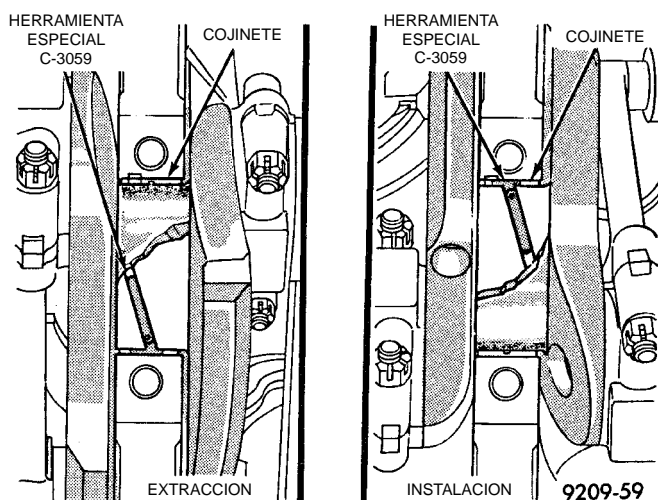

Fig. 32 Desmontaje e instalación del cojinete principal superior con la Herramienta C-3059
(3) Identifique las tapas del cojinete antes de desmontarlas. Retire las tapas del cojinete una por una.
(4) Retire la mitad superior del cojinete insertando la Herramienta de desmontaje/instalación de cojinete principal del cigüeñal C-3059 en el orificio del cigüeñal (Fig. 32).
(5) Haga girar lentamente el cigüeñal en el sentido de las agujas del reloj, hasta extraer la mitad superior del casco del cojinete.
(1) Coloque el cojinete en su lugar e inserte la Herramienta de desmontaje/instalación del cojinete principal del cigüeñal C-3059 dentro del orificio de aceite del cigüeñal (Fig. 32).
(2) Gire lentamente el cigüeñal en sentido contrario a las agujas del reloj desplazando el cojinete a su posición. Retire la Herramienta C-3059.
(3) Instale las tapas de cojinete. Limpie y lubrique los pernos. Apriete los pernos con una torsión de 115 N·m (85 lbs. pie).
(4) Instale la bomba de aceite.
(5) Instale el colector de aceite.